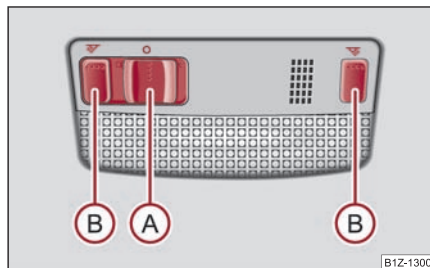

Fig. 61 Imagine din plafon: Iluminarea interiorului față și spate
- Dacă apăsați întrerupătorul  spre stânga, apare simbolul  ⇒ fig. 61.